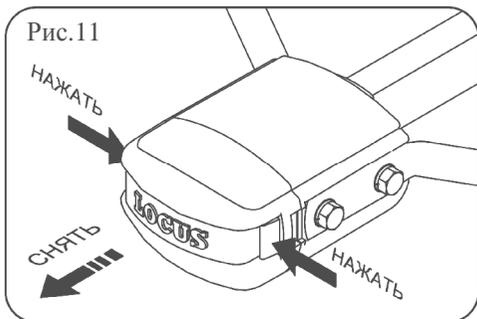

Рис.11
5.13.Снять крышку большой монтажной коробки (рис.11).